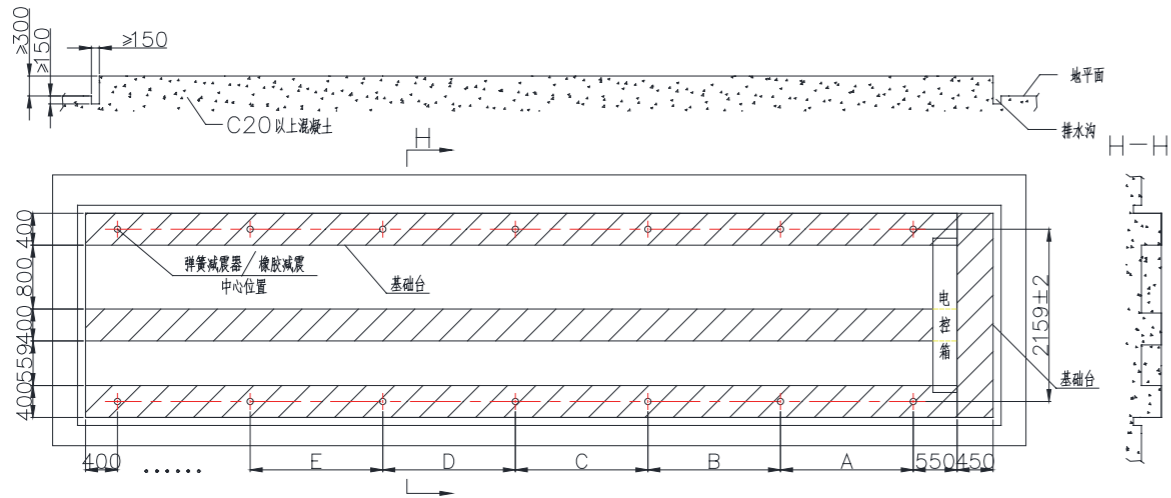

图 4-2-1 基础台参考图
- 基础台长度建议超出机组外形长度，在电箱侧预留人员调试站立空间，参见图 4-2-1，图示为标准右式机组（面对电控箱，进出水管在右侧）基础台参考图。